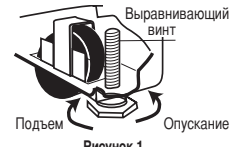

Рисунок 1
- Чтобы поднять или опустить переднюю сторону холодильника, поверните винт в направлении по часовой или против часовой стрелки (рис. 1 или 2).